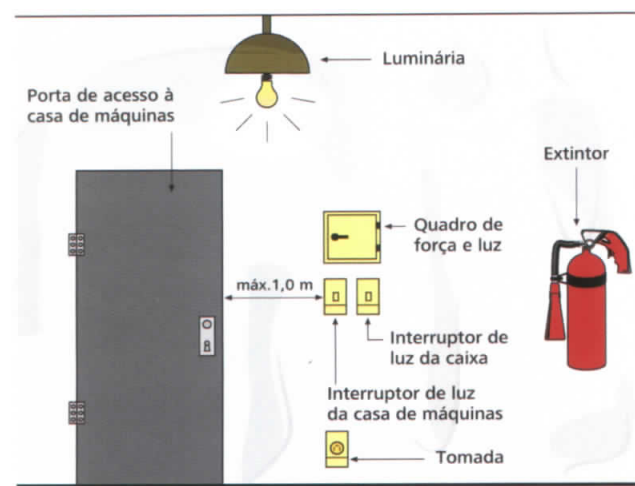

Figura 11
- A iluminação da casa de máquinas não deverá ser menor que 200 lx no nível do piso e 100 lx na casa de polias (NBR NM 207, item 6.3.6 e item 6.4.7). O interruptor da luz deverá ficar a uma distância máxima de 100 cm da porta de acesso da casa de máquinas (Figura 11) e, na casa de polias, deverá ser instalado no ponto de acesso. A alimentação elétrica para a iluminação e tomadas deverá ser independente da alimentação da máquina de tração e elevador.
- Na casa de máquinas e na casa de polias deverá ser instalada, no mínimo, uma tomada elétrica capaz de suportar uma tensão elétrica de até 250 V. (NBR NM 207, item 6.3.6) (Figura 11).